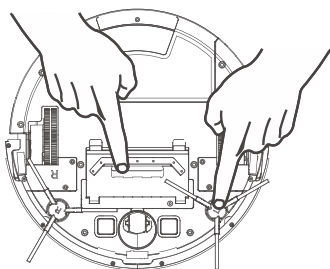

Рисунок 1
- Очистите боковую щетку и вентиляционный блок, при загрязнении, и замените их, при повреждении. (См. Рисунок 1)